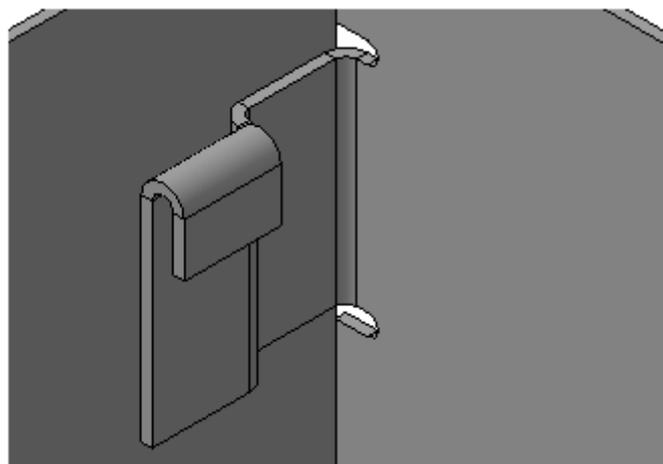

Рисунок 33.
- Нажмите кнопку Создать объект (рис. 33).